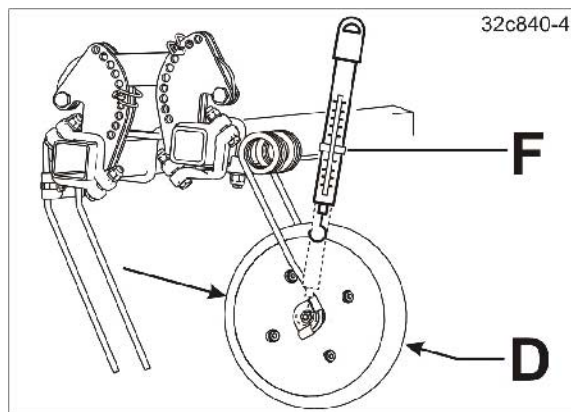

図 181
4. 土壌におけるローラーの圧力をばねばかり (図 181/1 を参照) などで確認します。